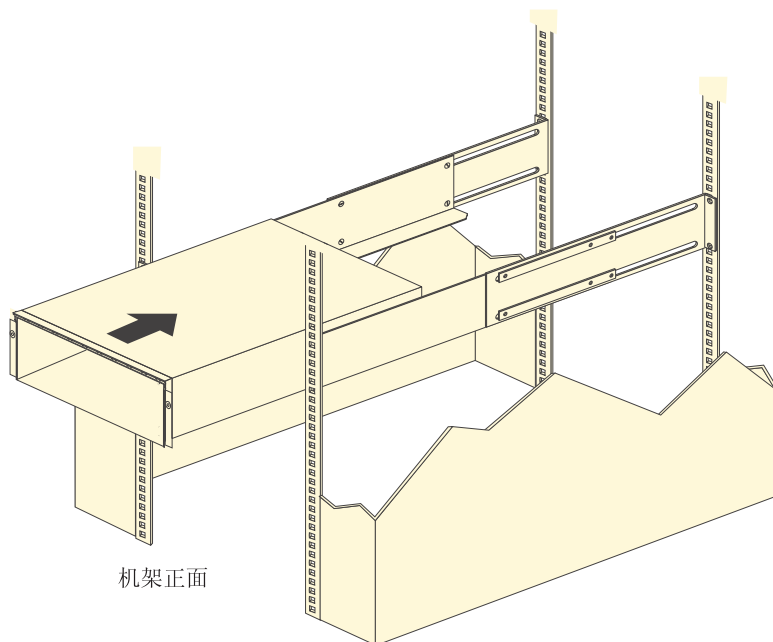

图 12. 安装 EXP520
- b. 在另一人的帮助下，将存储扩展机柜的后端放到支撑导轨上，然后将该单元滑入机架（如图 12 中所示）。